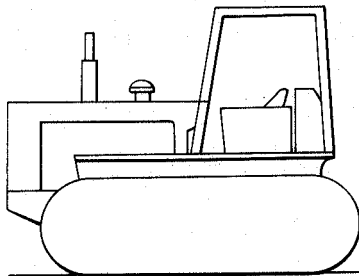

Figure 3 — Moteur avant
5.1.2.1 Moteur avant (voir figure 3)